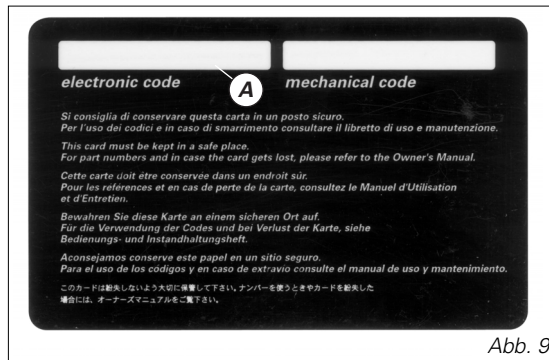

Abb. 9
A) (Abb. 9) der elektronische Code, der im Fall einer Motorblockierung bzw. einer mangelnden Zündung nach einem **Key-ON** zu verwenden ist.